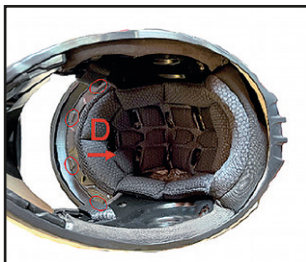

Fig. 3
- 2.2 Pour le démontage de la coiffe interne, détacher les 2 boutons de pression situés à l'arrière (Fig.3), tirer doucement tout en libérant les bandes de fixation frontales **D**.
- 2.2 Retire el interior desmontando los 2 corchetes en la parte posterior, luego tire de él suavemente liberando las tiras de fijación frontal **D**. (Fig. 3)